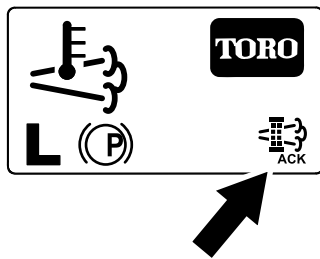

Figura 79
8. InfoCenter afiează ecranul de pornire i pictograma de confirmare a regenerării (Figura 79) apare în colul din dreapta jos al ecranului pe măsură ce procesele de regenerare sunt în curs de desfășurare.